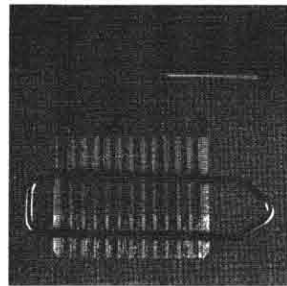

fig.1
2. Conecte um "clip" de papel no cabo "flexfoil" do novo CDM para curto-circuito os vários terminais (fig. 1)